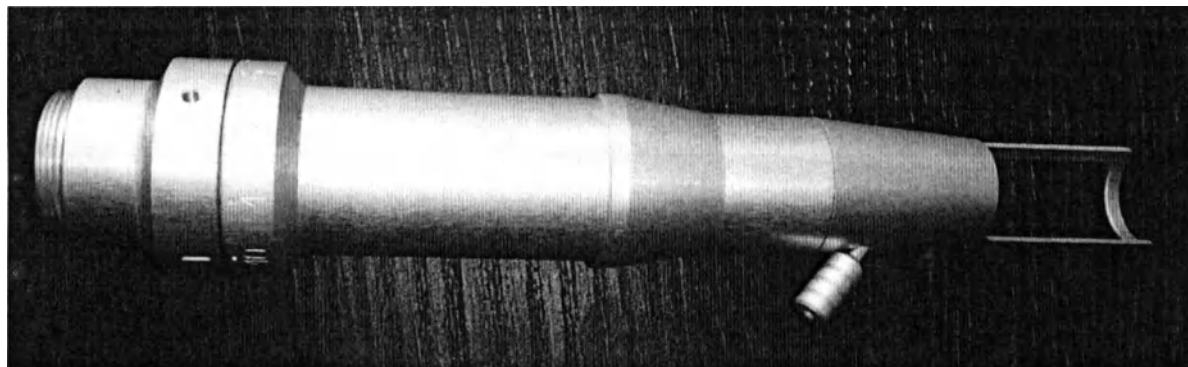

Рис. 12.16 – Внешний вид Манипулятора с переменным диаметром пучка (манипуляторы 5, 14, 15, 17)
12.8.1.1 Манипуляторы с переменным диаметром пучка служат для фокусировки на объект лазерного излучения передаваемого по волокну от прибора. Внешний вид манипулятора с переменным диаметром пучка представлен на рис. 12.16.
12.8.1.2 Манипулятор 5 имеет переменный размер лазерного пучка в фокусе от 1.2 мм до 10 мм и предназначен для работы на длинах волн 532 нм, 808 нм и 1064 нм. Внешний вид манипулятора 5 представлен на рис. 12.16.
12.8.1.3 Манипулятор 14 служит для фокусировки на объект лазерного излучения передаваемого по волокну от Прибора. Манипулятор 14 имеет переменный размер лазерного пучка в фокусе от 1 мм до 10 мм и предназначен для работы на длинах волн 532 нм и 1064 нм. Внешний вид манипулятора 14 представлен на рис. 12.16.
12.8.1.4 Манипулятор 15 служит для фокусировки на объект лазерного излучения передаваемого по волокну от Прибора. Манипулятор 15 имеет переменный размер лазерного пучка в фокусе от 1.5 мм до 10 мм и предназначен для работы на длинах волн 532 нм, 808 нм и 1064 нм. Внешний вид манипулятора 15 представлен на рис. 12.16.
12.8.1.5 Манипулятор 17 служит для генерации лазерного излучения на длине волны 532 нм. Манипулятор 17 имеет переменный размер лазерного пучка в фокусе от 1 мм до 5 мм. Внешний вид манипулятора 17 представлен на рис. 12.16.